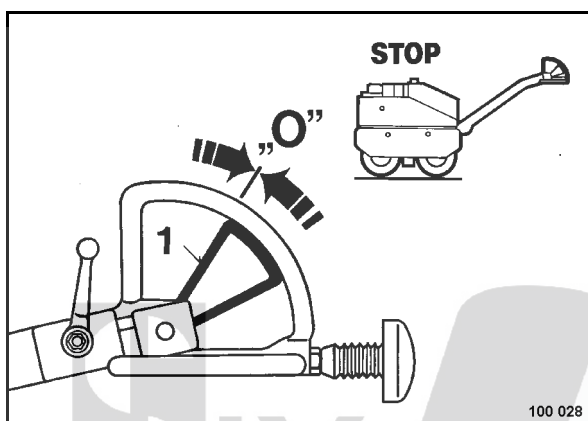

fig. 45
- Relâcher lentement le levier de commande de la marche (1) (fig. 45).